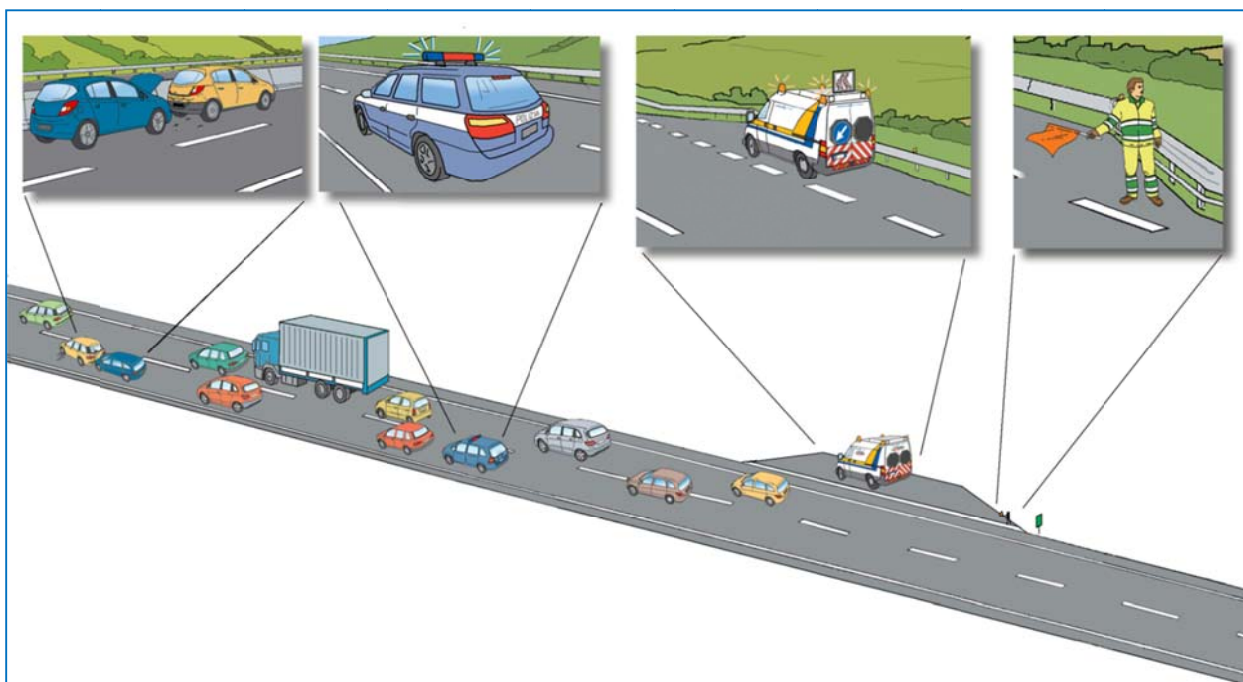

Fig. 18
- contribuire al segnalamento con bandierina dalla piazzola, in anticipo, per quanto possibile, rispetto alla posizione del mezzo; la Polizia Stradale o il secondo mezzo potranno in questo modo portarsi direttamente con il veicolo di servizio sul punto dell'evento (fig.18)